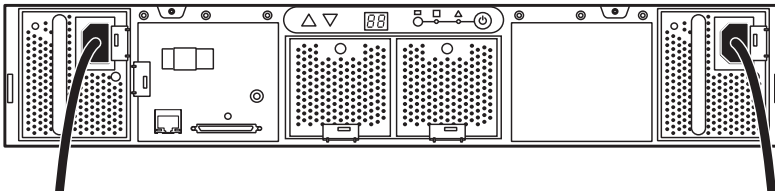

Abbildung 14 Verbinden der Netzteilanschlüsse am Festplatten-Array mit Wechselstromquelle
6. Verbinden Sie die Netzteilanschlüsse der Festplatten-Arrays mittels Netzkabel mit der Stromquelle (Abbildung 14).